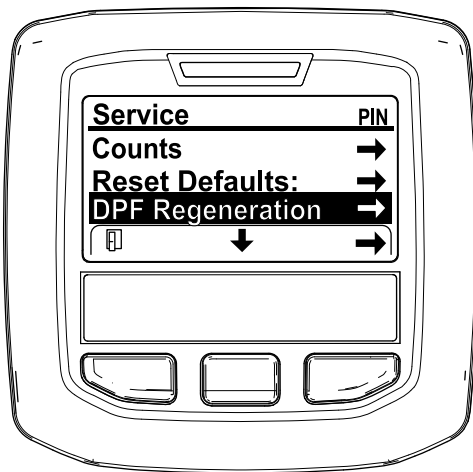

Figura 45
3. En el menú SERVICE (Servicio), pulse el botón del medio hasta que aparezcan las opciones de DPF REGENERATION (Regeneración de DPF) y pulse el botón derecho para seleccionar la opción DPF REGENERATION (Regeneración de DPF) (Figura 45).